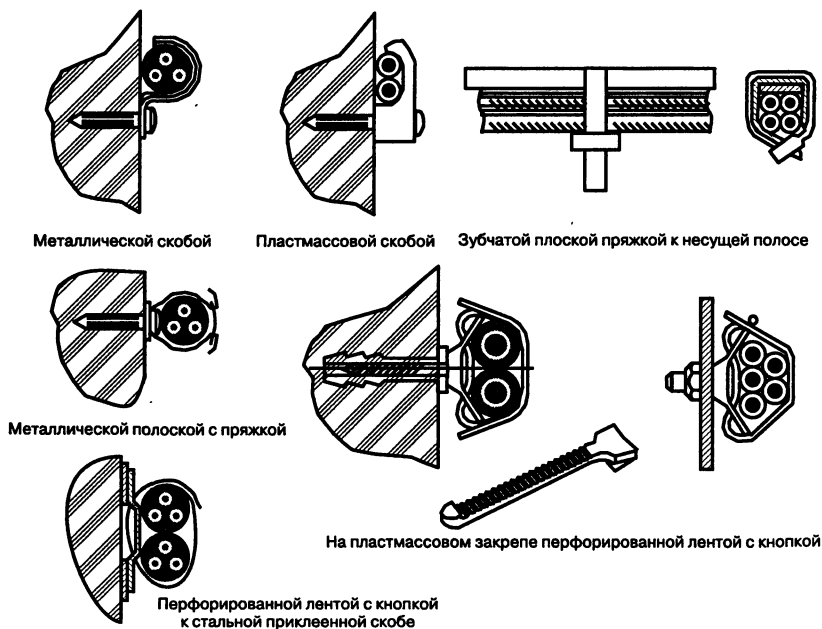

Рис. 6.4. Примеры крепления небронированных проводов и кабелей
- ♦ с двумя лапками при вертикальной прокладке по стенам, потолкам, при прокладке проводов и кабелей пучками, а также на поворотах и у вводов (рис. 6.4).
В производственных помещениях провода и кабели нередко крепят скобами или пряжками к несущим струнам или лентам, которые натягивают вплотную к стене (**рис. 6.4**). В качестве несущей струны применяют оцинкованную проволоку диаметром 2—4 мм.